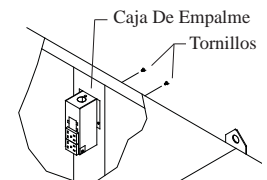

Fig. 4
- **El cableado.** La caja de empalme se encuentra en el poste divisor en la parte superior del interior del enfriador. Quite los dos tornillos de la caja y aparte la caja del panel para tener acceso al cableado (véase fig. 4). Conecte el cableado para la bomba a las tomas de corrientes (véase las esquemas del cableado de las bombas en el siguiente página). Conecte el cableado para el motor directamente al motor.